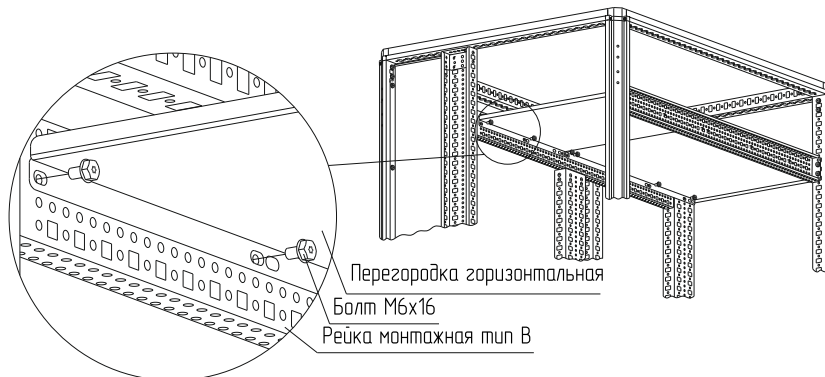

Рисунок 58
– вариант 1. Для этого закрепите рейки монтажные тип В и перегородку на нужных высотах болтами М6х16 (рисунок 58). Момент затяжки – 7 Н·м. Рейки и болты в комплект не входят;